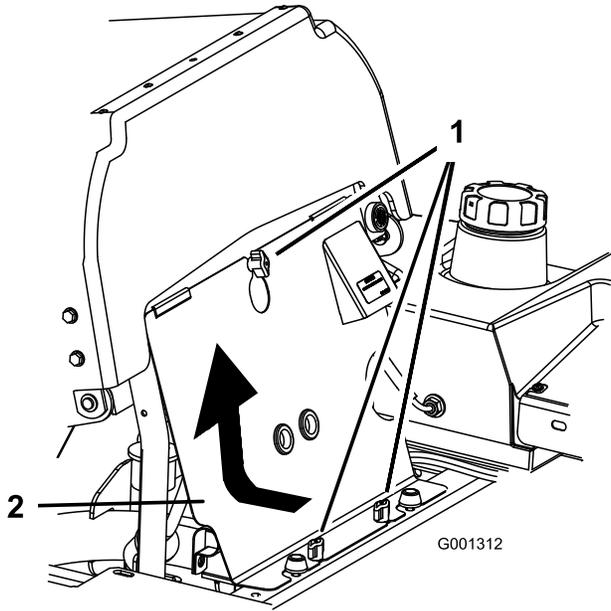

Figura 39
1. Incline el asiento hacia adelante y retire el panel delantero del motor (Figura 39).